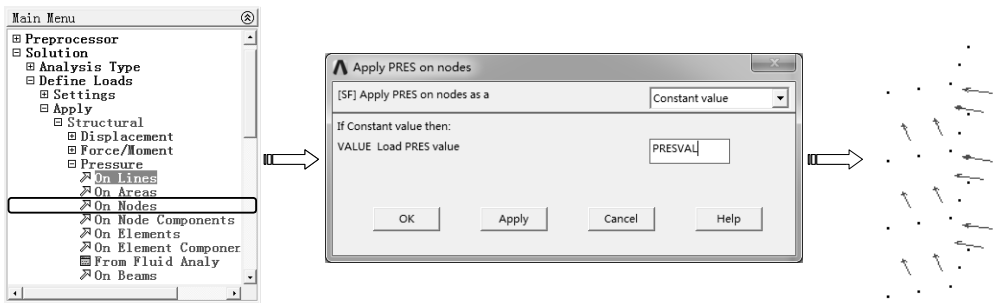

图 6-73 在节点上施加均布载荷
14) 选择 “Main Menu>Solution>Define Loads>Apply>Structural>Pressure>On Nodes” 命令，弹出实体选取对话框，单击 “Pick All” 按钮，单击 “OK” 按钮，弹出 “Apply PRES on Nodes” 对话框，在 “Load PRES value” 文本框中输入数值 PRESVAL，单击 “OK” 按钮施加载荷，如图 6-73 所示。